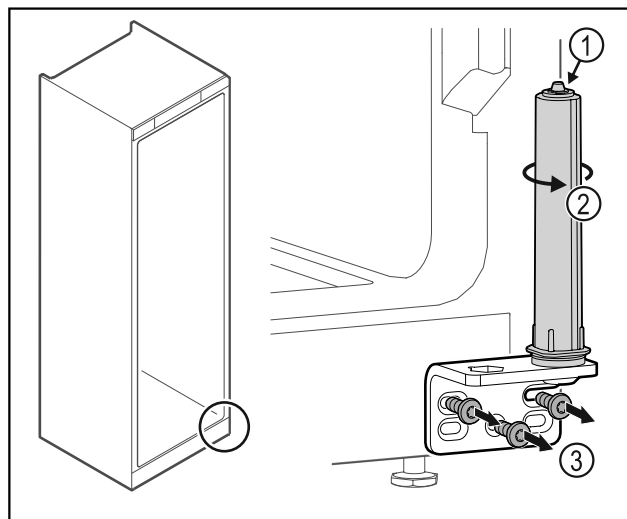

Fig. 36
- ▶ Deursluitsysteem niet uit elkaar halen Fig. 36 (1).
- ▶ Sluitsysteem Fig. 36 (2) draaien tot het klikt.
- ▶ Scharnierhoek Fig. 36 (3) losschroeven.